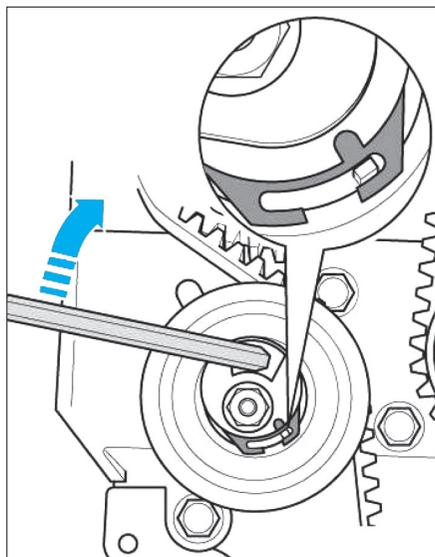

Fig. 20
- Tourner le galet tendeur de l'excentrique avec une clé allen dans le sens horaire jusqu'à ce que l'encoche et l'ergot du galet coïncident (Fig.20).